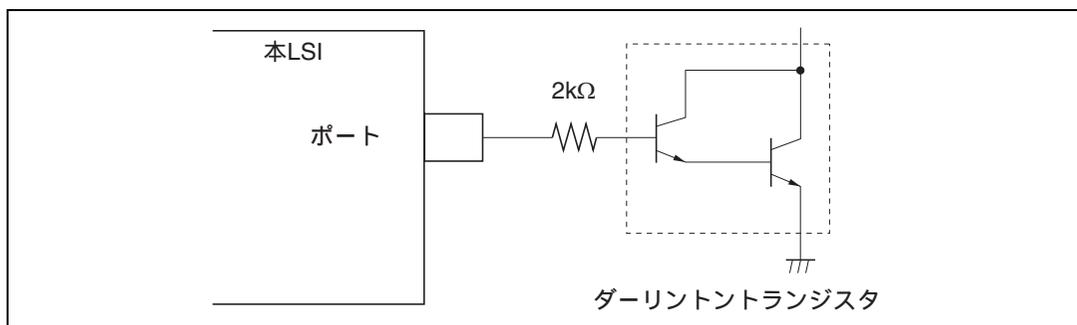

図 20.1 ダーリントントランジスタ駆動回路例
- ダーリントントランジスタを直接駆動する場合には、図 20.1 に示すように、出力に必ず電流制限抵抗を挿入してください。